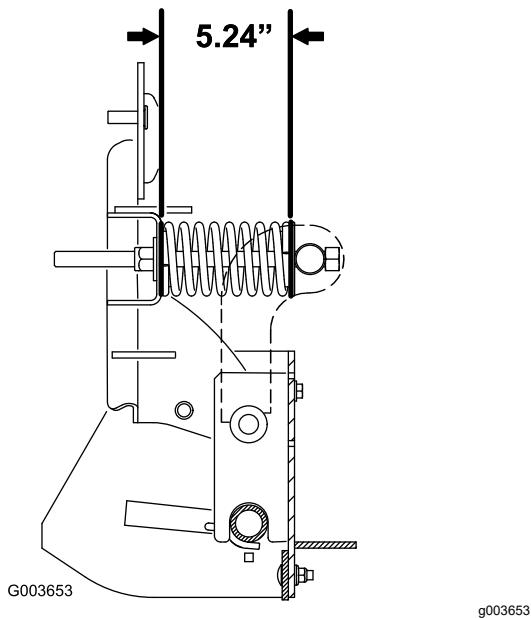

Figura 8
- La agresividad del escarificador puede cambiarse ajustando la longitud de los muelles (Figura 8). Alargue los muelles para reducir la agresividad del escarificador. Acorte los muelles para aumentar la agresividad del escarificador.
Los muelles y las varillas accionadoras vienen ajustados de fábrica. No obstante, si se instalan piezas nuevas o se retiran los muelles por cualquier motivo, la longitud de los muelles debe ajustarse a 13,3 cm, como se muestra en la Figura 8.